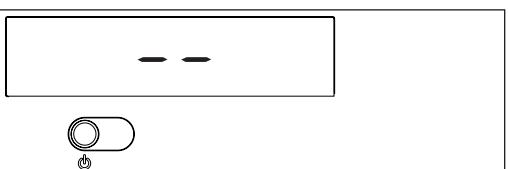
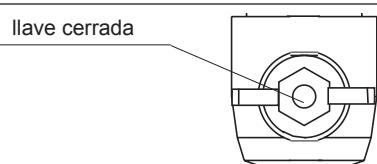

Fig. 17
Fig. 25
- ⚠ La caldera se vuelve a encender en el estado en que estaba antes del apagado: si la caldera estaba en invierno confort cuando se apagó, se volverá a encender en invierno confort; si estaba en estado OFF, el visor digital visualizará en la zona central dos segmentos (fig. 17). Pulsar la tecla para activar el funcionamiento.
En caso de breves ausencias pulsar la tecla para apagar la caldera. El visor digital visualizará en la zona central dos segmentos (fig. 17). De este modo dejando activas la alimentación eléctrica y la alimentación del gas, la caldera está protegida por los sistemas:
En caso de ausencias prolongadas pulsar la tecla para apagar la caldera (fig. 17). El visor digital visualizará en la zona central dos segmentos. Posicionar el interruptor general de la instalación en "apagado". Luego cerrar la llave del gas situado debajo de la caldera, girando en el sentido de las agujas del reloj (fig. 25).